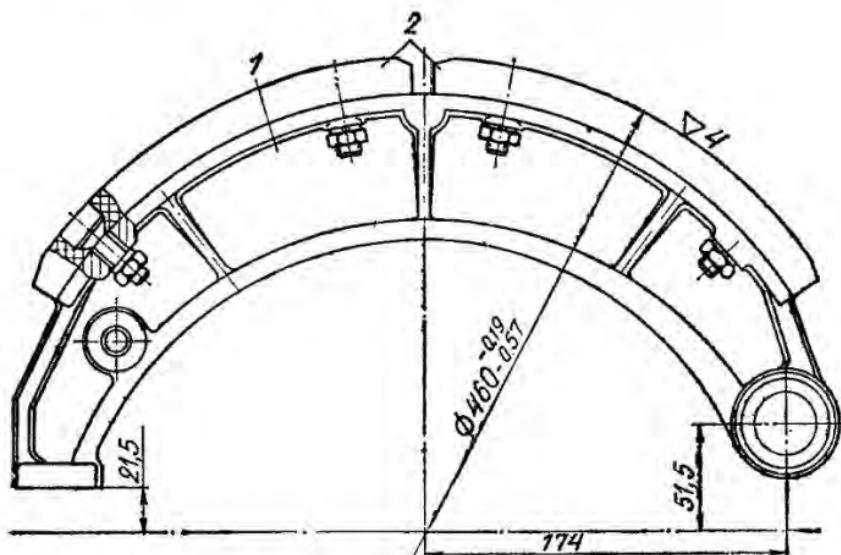

Рис. 106. Колодка тормоза:
2. Сменить тормозные накладки, если расстояние от их поверхности до головок винтов менее 0,5 мм. Устанавливая новые накладки в неизношенный барабан, следует обеспечить размер  $\text{Ø} 460 -0,19 -0,57$  (рис. 106). При установке накладок в расточенный барабан радиус колодок должен быть соответственно равен радиусу барабана.